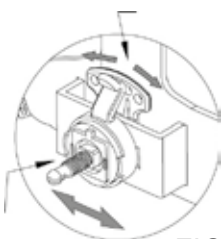

FIG. 8
- Ajuste el ángulo de visión aflojando la perilla de tensión del casco en el lado derecho de la pantalla. Libere la palanca de ajuste, gírela hacia adelante o hacia atrás hasta la posición de inclinación deseada. Después de liberar la palanca, la pantalla queda bloqueada en su sitio (Fig. 8).